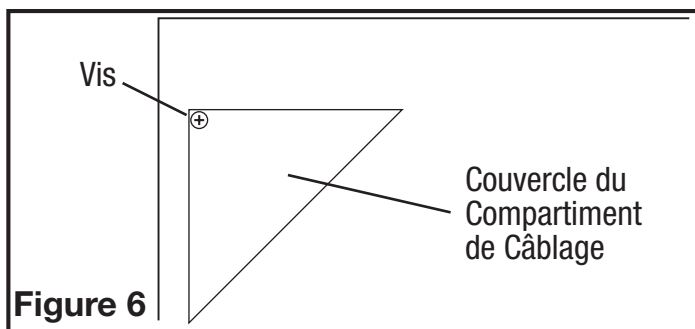

Figure 6
- 1a. Compartiment de Câblage Extérieur : enlever le vis du couvercle du compartiment à câblage et mettre ce couvercle dans un endroit fiable (Figure 6).